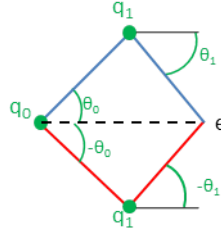

FIGURE 6 – Différentes combinaisons d'angles peuvent aboutir à la même position pour l'effecteur e .
- elle n'est pas injective car il peut exister plusieurs solutions qui permettent d'atteindre la position $\begin{pmatrix} x_e \\ y_e \end{pmatrix}$ (figure 6).